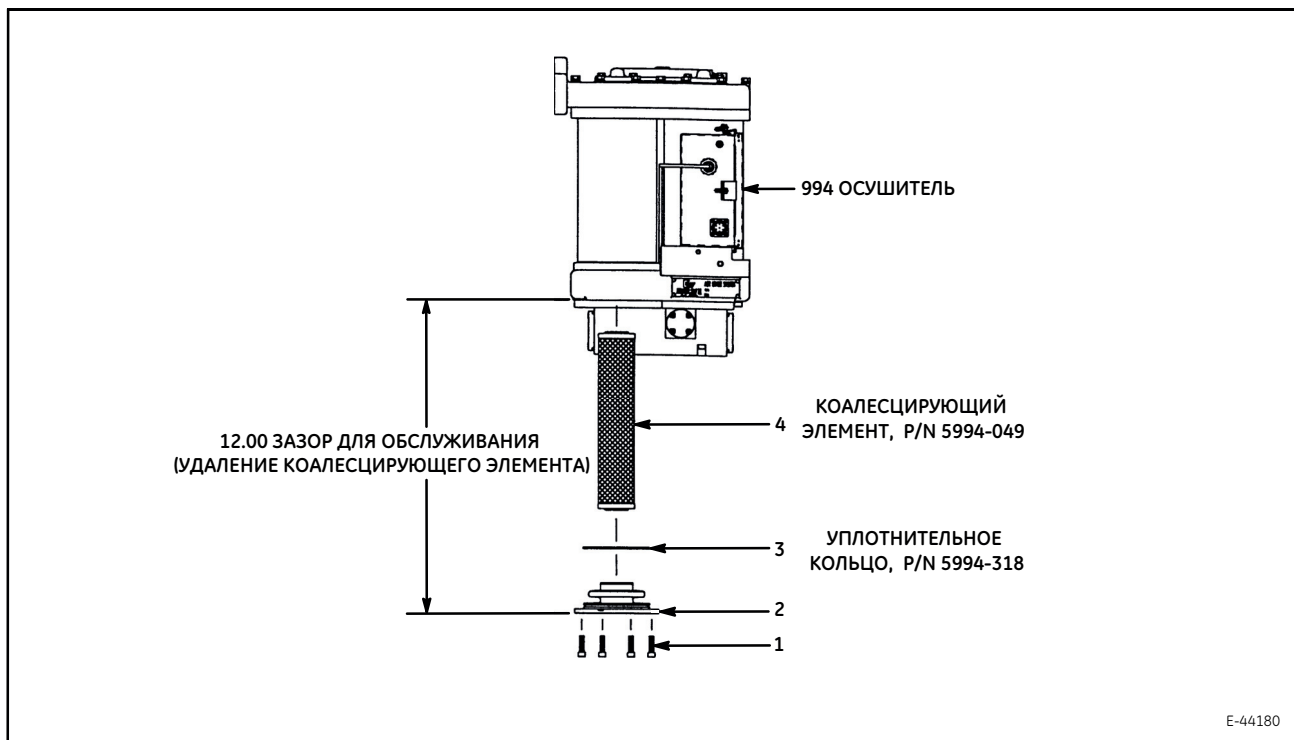

Рис. 7. Демонтаж элемента фильтра-коагулятора.
- Числа в скобках () относятся к номерам позиций на Рис. 7 настоящего документа, если не указано иное.